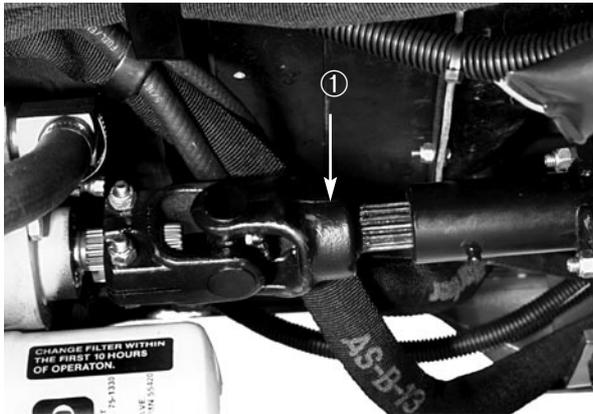

Figure 21
2. Fixer une chaîne, une sangle ou un câble approprié au centre de la traverse avant (Fig. 21).
l'arbre de transmission de la manière indiquée à la Figure 21. (Les cannelures ont pour objet de ne permettre l'assemblage que lorsque les deux moitiés de l'arbre sont orientées correctement).